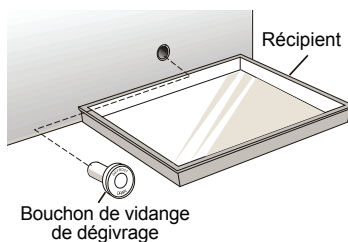
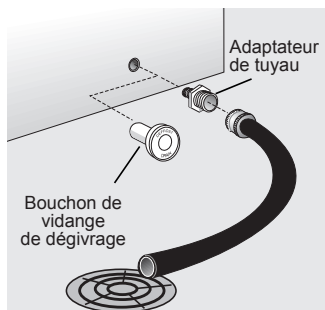

figure 2
figure 3
- Placez un ustensile peu profond sous la sortie de vidange. Retirez le bouchon de vidange extérieur (voir figure 2). Un adaptateur de tuyau d'arrosage de 1,3 cm (0,5 po) peut être utilisé pour vidanger le congélateur directement dans un siphon de sol (voir figure 3). Si votre modèle n'est pas équipé d'un adaptateur, vous pouvez en acheter un dans la plupart des quincailleries.